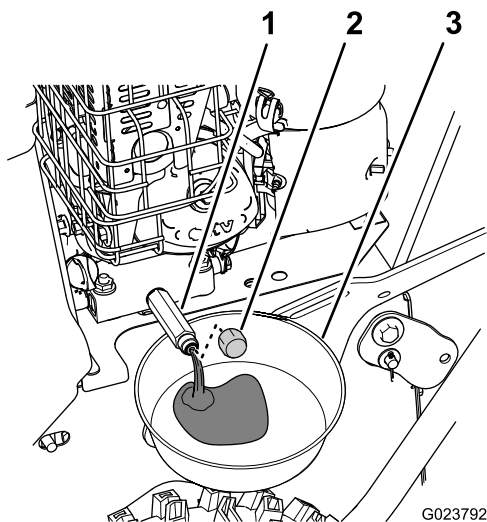

Рисунок 26
1. Подставьте сливной поддон под сливной штуцер и снимите крышку слива масла (Рисунок 26).